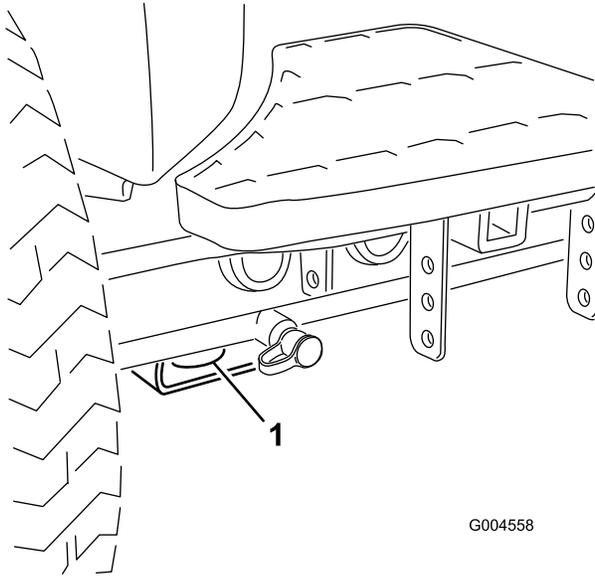

図 46
- 前：各前輪の内側、アクスルチューブの下にある四角いパッド(図 46)